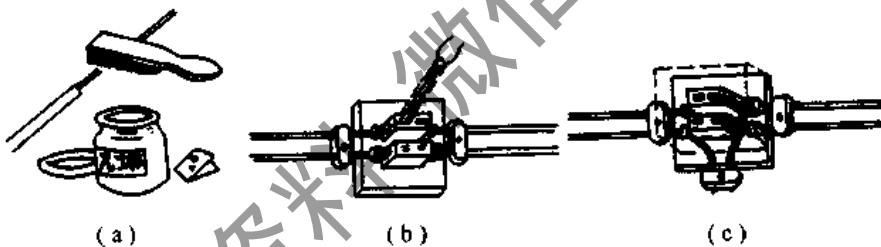

图 4-10 单股铝导线的螺钉压接法
- ① 把削去绝缘层的铝芯线头的表面氧化膜去掉，涂上中性凡士林膏，如图 4-10(a)所示。
- ② 作直接连接时，先把每根导线在接近线端处卷 2~3 圈，以备线头断裂后伸直再用。然后把四只线头插入相对应的两只瓷接头的四个接线柱上，旋紧接线柱的螺钉，完成直接连接，如图 4-10(b)所示。
- ③ 作分支连接时，把分支导线的两个芯线线端分别插入两个瓷接头的接线柱，旋紧螺钉，如图 4-10(c)所示。